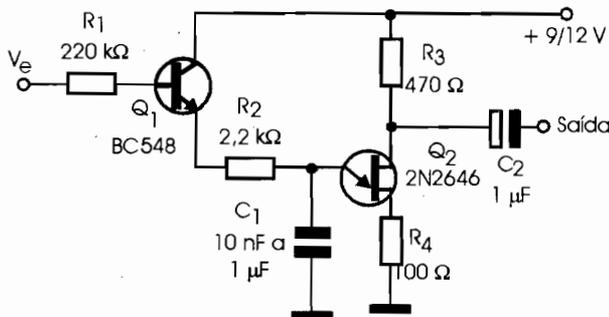

Figura 1
*Voltage Controlled Oscillator* ou Oscilador Controlado por Tensão é o significado de VCO. Na **figura 1** apresentamos um circuito simples de VCO com transistor unijunção, o qual pode ser usado como um conversor analógico-digital (tensão para freqüência) com diversas possibilidades de aplicação.